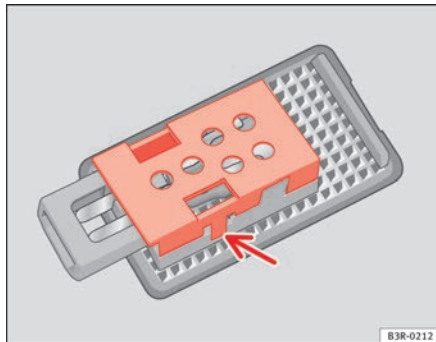

Fig. 220 Luz maletero
- Desmonte la tapa protectora y extraiga la lámpara del alojamiento ⇒ fig. 220. ■